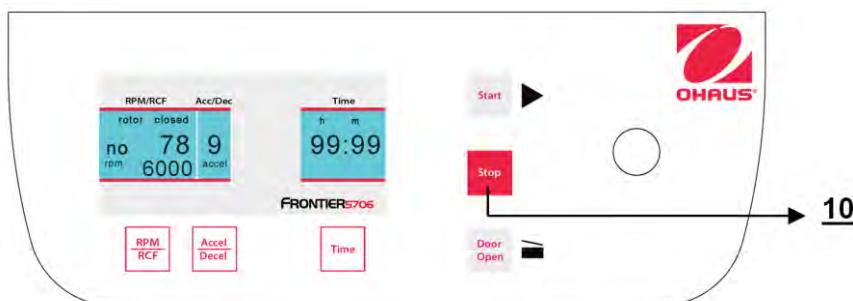

Figura 23
La operación puede interrumpirse en cualquier momento al presionar el botón "**Stop**" (10) (vea la Figura 23). Después de presionar el botón, la centrífuga se desacelera con la intensidad preseleccionada respectiva hasta que alcanza el reposo total.